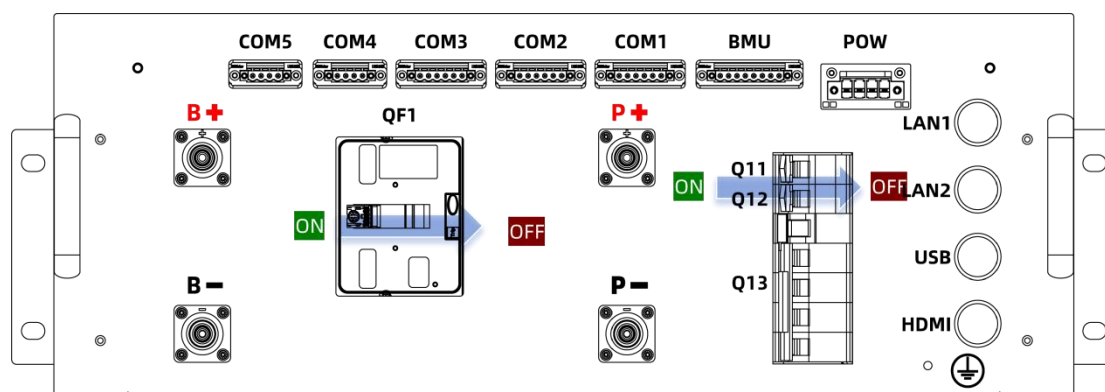

Figura 8-2 Interruptores en la caja de control de alta tensión
La figura 8-2 muestra los interruptores en la caja de control de alta tensión (HV) e indica la dirección para desactivar estos interruptores.